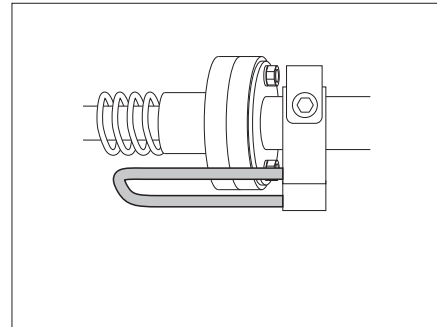

Fig. 153 Levier de sécurité en position de verrouillage
► Avant d'utiliser le lit, contrôler si le levier de sécurité se trouve dans la position de sécurité (Fig. 153).
- Mettre le levier de sécurité dans la position de sécurité (Fig. 153).